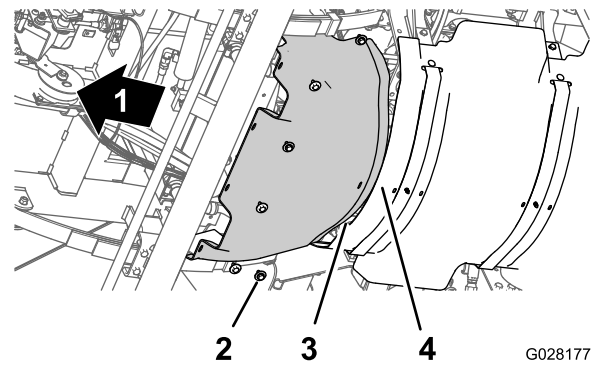

Figure 57
2. Alignez les trous de l'écran pare-chaueur avant et les trous filetés du châssis (Figure 57).
3. Montez l'écran pare-chaueur avant sur la machine au moyen des 6 boulons à tête hexagonale et des 6 rondelles (Figure 57) retirés à l'opération 3 de Dépose de l'écran pare-chaueur avant \(page 53\).
1. Alignez la bride arrière de l'écran pare-chaueur avant et la bride avant de l'écran pare-chaueur arrière (Figure 57).